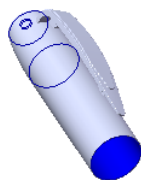
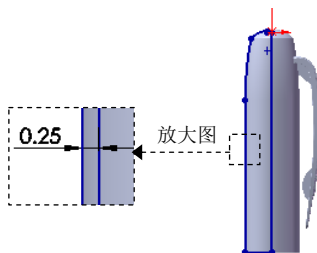

图 3.31.29 切除-旋转 1
图 3.31.30 横断面草图
Step23. 创建图 3.31.29 所示的零件特征——切除-旋转 1。选择下拉菜单 **插入(I)**  **切除(C)**  **旋转(R)**  命令（或单击“特征(F)”工具栏中的  按钮）；选取前视基准面作为草图基准面，绘制图 3.31.30 所示的横断面草图（使用  **等距实体(Q)** 命令来绘制横断面草图）；采用草图中绘制的中心线作为旋转轴线；在 **旋转参数(R)** 区域的下拉列表中选择 **单向** 选项，在 **旋转参数(R)** 区域的  文本框中输入数值 360.0；单击对话框中的  按钮，完成切除-旋转 1 的创建。